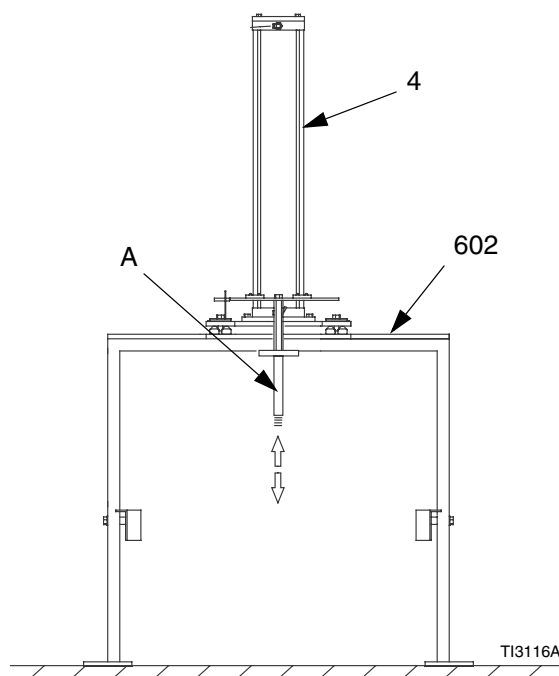
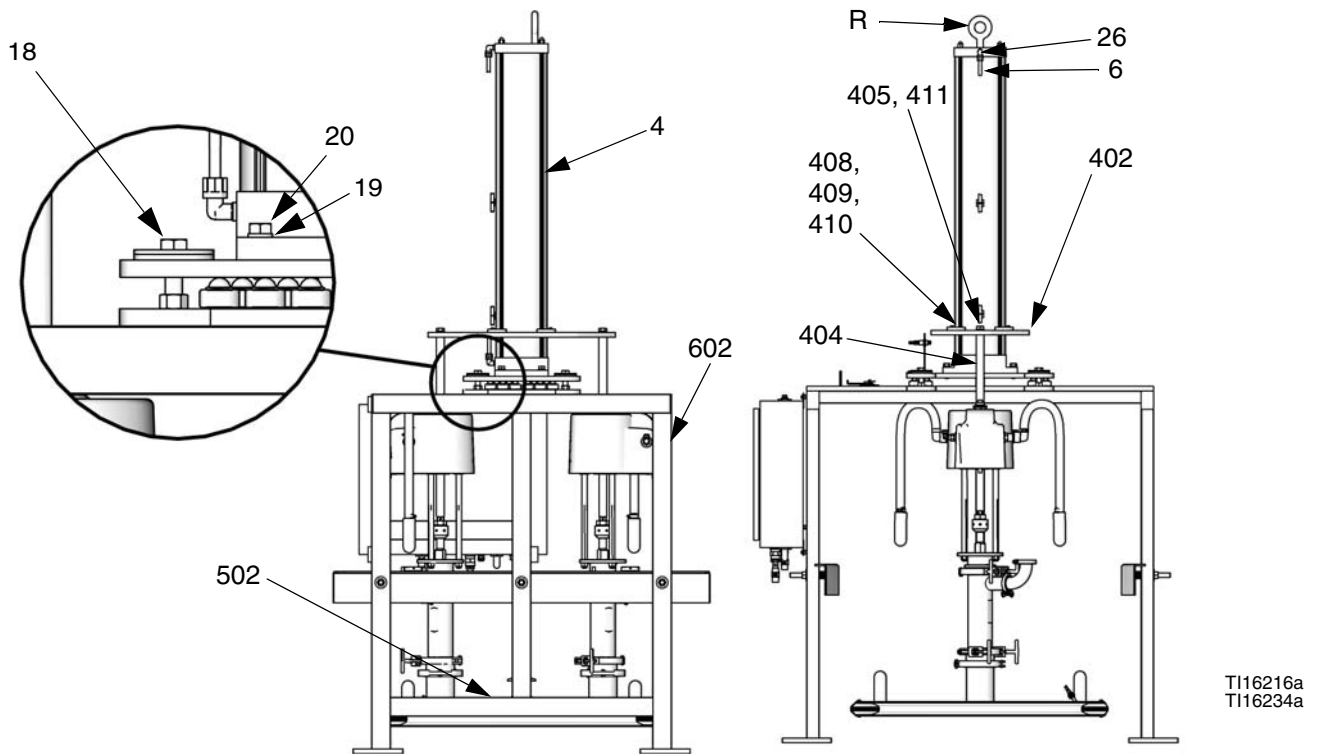

FIG. 3: Albero del cilindro dell'aria
FIG. 4: Piastra di montaggio del motore pneumatico (BESA7A mostrato)
1. Utilizzando un sollevatore, alzare il cilindro dell'aria (4) in posizione sulla parte superiore del telaio (602). Vedere la FIG. 3.
2. Abbassare l'albero del cilindro dell'aria (A) attraverso il foro centrale nel telaio.
3. Fissare il cilindro dell'aria (4) al telaio (602) mediante viti (20) e rondelle (19). Vedere la FIG. 4.
4. Installare la piastra di montaggio del motore pneumatico (402), facendo scivolare la piastra sopra la parte superiore e giù per la lunghezza del cilindro dell'aria (4).
5. Utilizzando le tubature (6), collegare la linea di alimentazione dell'aria superiore del cilindro al gomito di 1/2 poll. superiore (26).
6. Utilizzando le tubature (6), collegare la linea di alimentazione dell'aria inferiore del cilindro al gomito di 1/2 poll. inferiore (26).
7. Allentare ma non rimuovere le viti (18) dal telaio (602).
9. Rimuovere i due nastri che tengono la piastra del ram (502) al pallet di trasporto. Non rimuovere il pallet.
10. Applicare grasso sanitario (36, fornito) alle filettature dell'albero del cilindro per evitare di danneggiarle. Allineare e avvitare l'albero del cilindro dell'aria (A) nella piastra del ram (502). Vedere la FIG. 3. Se l'albero non filetta in modo corretto, non forzarlo. Verificare nuovamente l'allineamento della piastra (502).